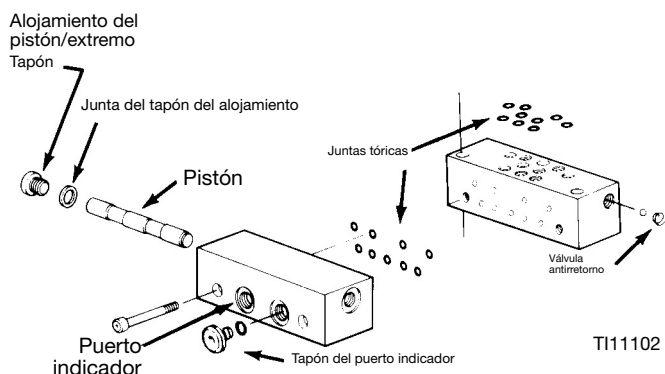

FIG. 3
Las secciones de válvula (se requieren tres (3) o más por colector) incorporan pistones ajustados específicamente a esa sección. Disponen de válvulas de retención de salida integradas y diversos conductos que, junto con los pistones, dosifican y regulan el caudal de lubricante (Fig. 3).